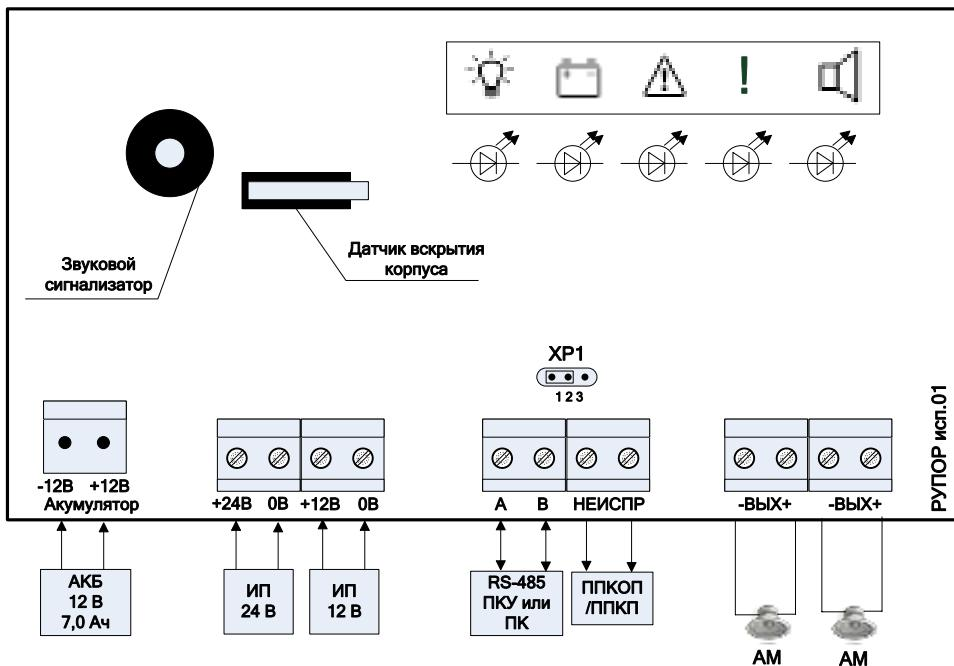

Рисунок 3. Схема внешних соединений блока
2.3 Монтаж соединительных линий производится в соответствии со схемой, приведенной на рис. 3.
4.5 Подключите к клеммам «ВыХ» блока акустический модуль (рис. 3).